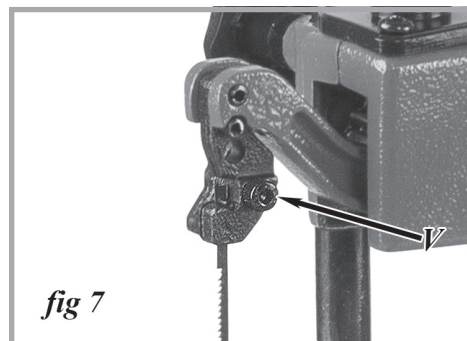

fig 7
3. Desserrez la vis du porte-lame supérieur (V, fig 7)) et la vis du portelame inférieur.